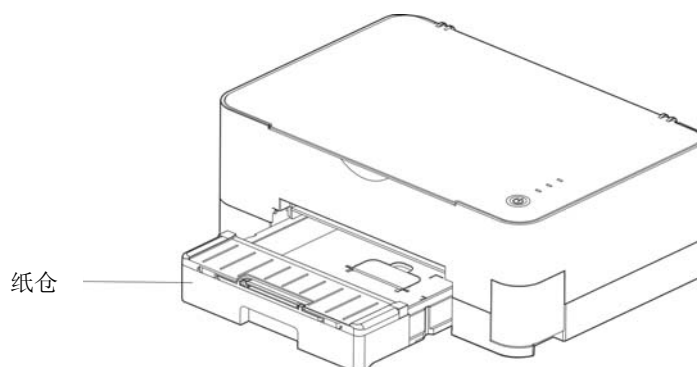

图 3-1 拉出纸仓
1. 将位于打印机前端底部的纸仓拉出（如图 3-1 所示）。